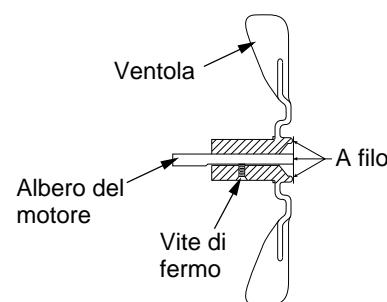

Figura 27. Sezione trasversale della ventola
- Rimontare la ventola sull'albero del motore. Collocare il fondo del mozzo della ventola a filo con l'albero del motore (vedere la Figura 27).